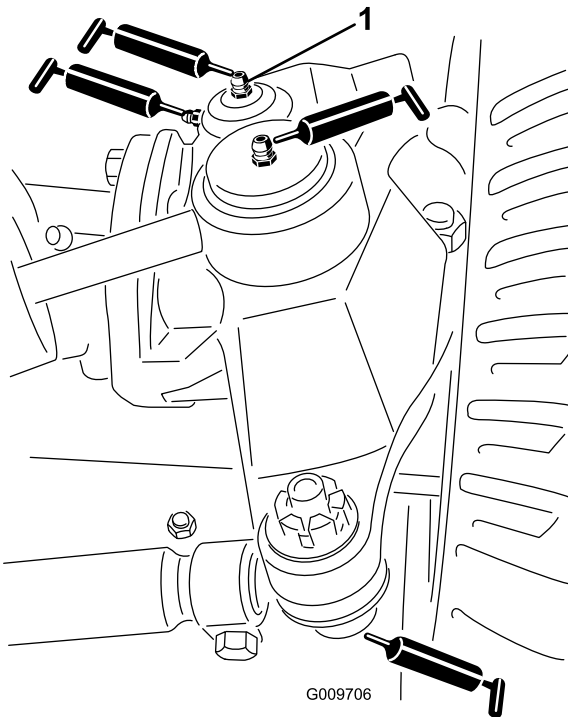

Bild 43
- Lenkzylinder-Kugelgelenke (2) (Bild 43)
- Spurstangen-Kugelgelenke (2) (Bild 43)
- Achsschenkelbolzen (2) (Bild 43) **Fetten Sie die obere Armatur am Achsschenkelbolzen nur einmal jährlich (2 Pumpen).**